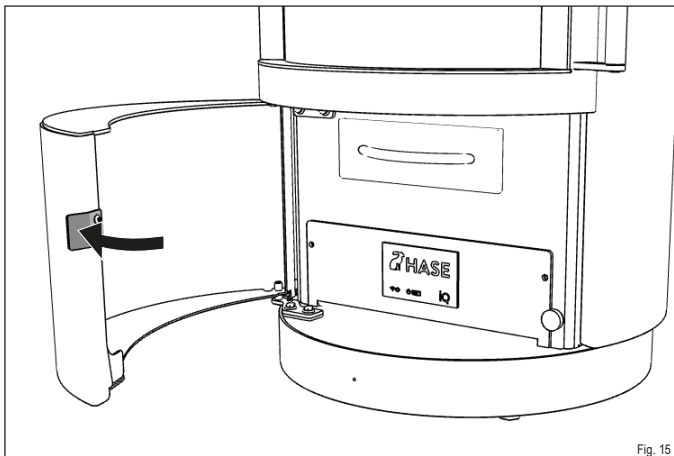

Fig. 15
- ▶ Ouvrez la porte de service (Fig. 15).